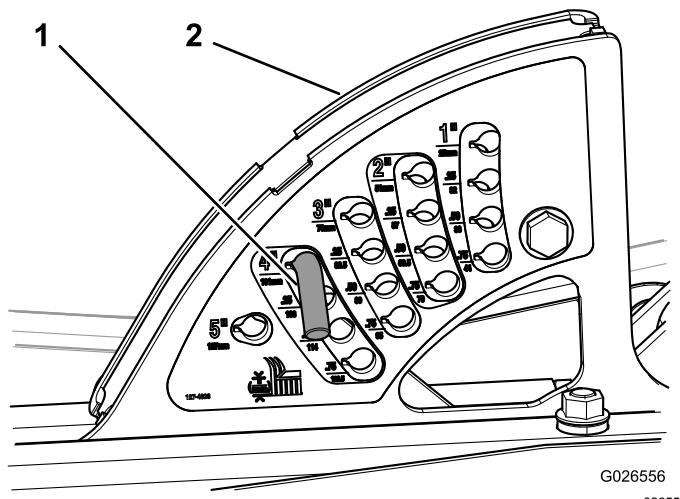

Bild 41
1. Stecken Sie den Schnitthöhenstift an der gewünschten Schnitthöhe in die Schnitthöhenhalterung (Bild 41).